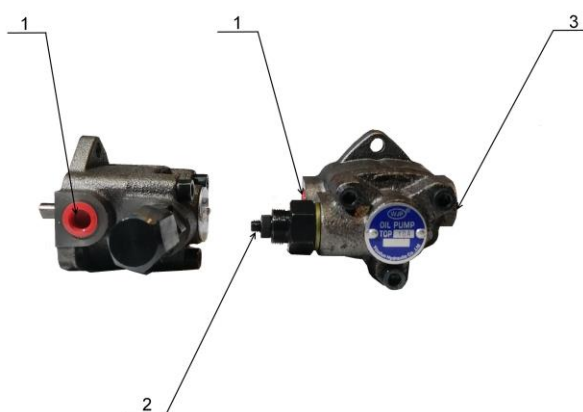

Рис. 2.
Топливный насос (Рис. 2) включает в себя корпус, в котором размещены ведущий вал с торцевым уплотнением, шестеренный нагнетательный узел.
Принцип работы топливного насоса заключается в следующем (Рис. 2): топливо через отверстие всасывания 1 поступает к шестеренной паре, с помощью которой топливо через отверстие 3 попадает в подогреватель топлива Горелки. Блок топливный насос - электродвигатель с должны находиться непосредственно над топливным баком Рис.4. Регулировка давления производится путем измерения степени сжатия пружины поршня с помощью винта регулятора давления 2.
- присоединить топливозаборник (в составе: топливный шланг 2 м, обратный клапан, сетчатый фильтр, поплавок) к штуцеру всасывания топливного насоса (Рис.2 поз.1) и обжать хомутом. При опускании в топливный бак топливозаборник должен быть на 100-200 мм выше дна бака. Если топливозаборник слишком длинный отрежьте его. **Внимание удлинять шланг топливозаборника запрещено.**